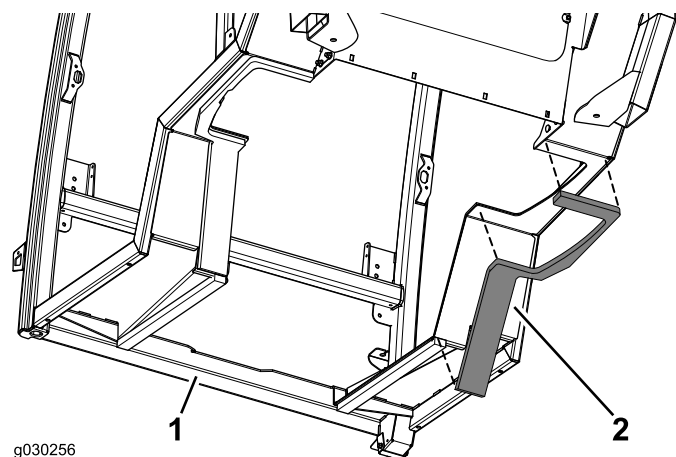

Figura 14
5. Aplique la junta derecha al lado derecho de la cabina (Figura 14).